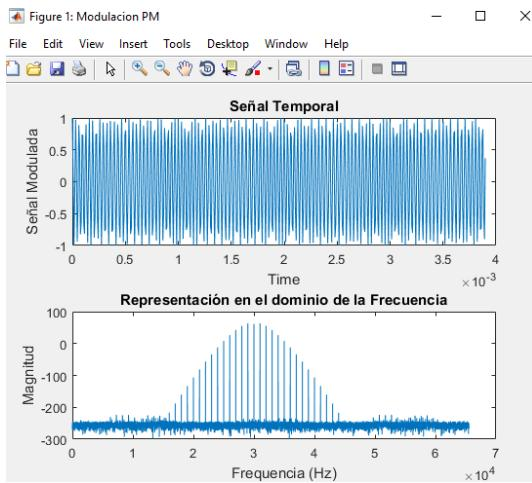

Figura 8: Modulación PM multitono
3. En relación al punto 2, haga un barrido de tonos de 1,5 y 10 utilizando una desviación de fase de 45° . En la figura 8 se muestra lo que se debe obtener tras configurar varios tonos (*e.g* usando 5 tonos y una desviación de fase de $\frac{\pi}{4}$ ó 45°). **NOTA: Documente las señales temporales y espectrales obtenidas, según las desviaciones de fase y cantidad de tonos.**